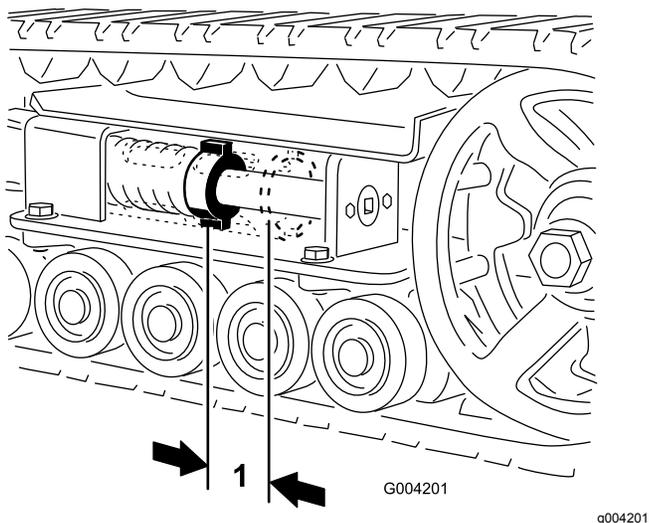

**Figura 45**
4. Togliete il bullone di bloccaggio e il dado (Figura 45).
6. Allineare l'intaglio più vicino della vite di tensione al foro del bullone di bloccaggio e fissare la vite con il bullone di bloccaggio e il dado (Figura 45).
4. Togliere il bullone di bloccaggio e il dado (Figura 45).
5. Utilizzando un cricchetto di trasmissione da ½", rilasciate la tensione di trasmissione ruotando la vite di tensione in senso orario (Figura 45 e Figura 46).
5. Utilizzando un cricchetto di trasmissione da 1/2", rilasciate la tensione di trasmissione ruotando la vite di tensione in senso orario (Figura 45 e Figura 47).